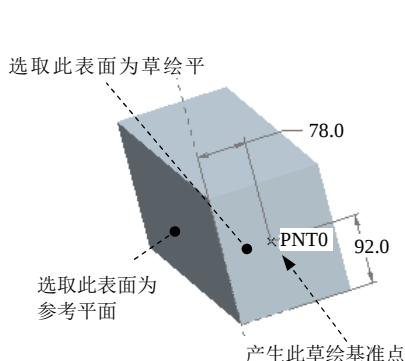

图 3.17.12 草绘基准点的创建
如图 3.17.12 所示, 现需要在模型的表面上创建一个草绘基准点 PNT0, 操作步骤如下:
Step3. 选取图 3.17.12 所示的两平面为草绘平面和参考平面, 单击 **草绘** 按钮。